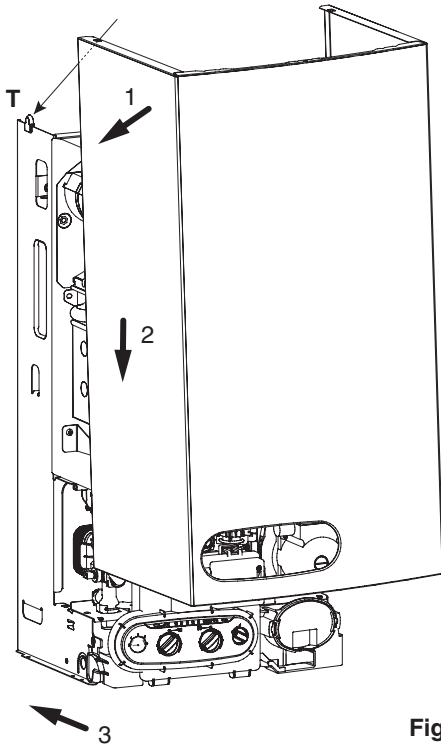

Fig. 18
- presentar la carcasa (fig. 18)